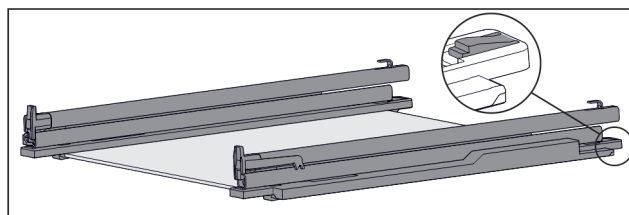

Fig. 52 Tablette en verre avec rails et pièces de retenue
- ▶ Pousser l'arrière de la pièce de retenue vers le bas (voir Fig. 52) et pousser dans le même temps le tiroir vers l'arrière.